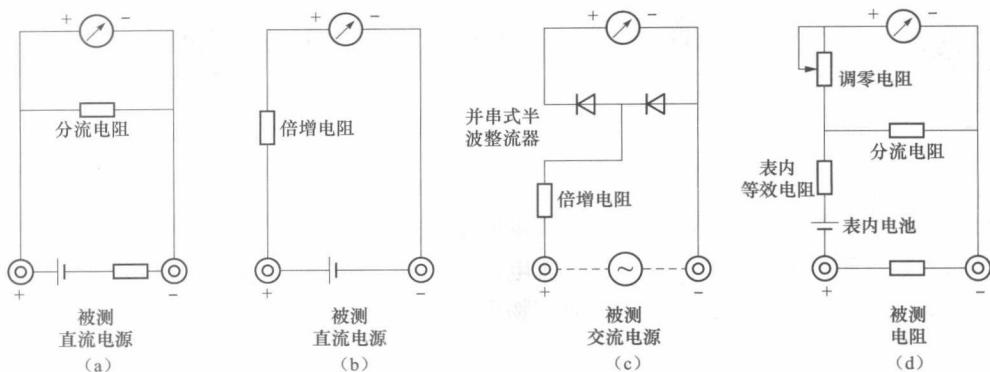

图 1-2 万用表测量原理图
(1) 测直流电流原理。如图 1-2 (a) 所示, 在表头上并联一个适当的电阻 (叫分流电阻) 进行分流, 就可以扩展电流量程。改变分流电阻的阻值, 就能改变电流测量范围。
(2) 测直流电压原理。如图 1-2 (b) 所示, 在表头上串联一个适当的电阻 (叫倍增电阻) 进行降压, 就可以扩展电压量程。改变倍增电阻的阻值, 就能改变电压的测量范围。
(3) 测交流电压原理。如图 1-2 (c) 所示, 因为表头是直流表, 所以测量交流时, 需加装一个并串式半波整流电路, 将交流进行整流变成直流后再通过表头, 这样就可以根据直流电的大小来测量交流电压。扩展交流电压量程的方法与扩展直流电压量程相似。
(4) 测电阻原理。如图 1-2 (d) 所示, 在表头上并联和串联适当的电阻, 同时串接一节电池, 使电流通过被测电阻, 根据电流的大小, 就可测量出电阻值。改变分流电阻的阻值, 就能改变电阻的测量范围。